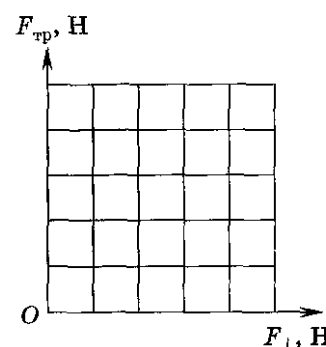

Рис. 5
3. Постройте график зависимости $F_{тр}$ от F_{\perp} (рис.5), используя данные таблицы 1. Через начало отсчёта проведите прямую так, чтобы число точек над прямой равнялось числу точек под прямой.
4. Найдите коэффициент трения скольжения μ по формуле (5) как тангенс угла наклона прямой линии к оси абсцисс.